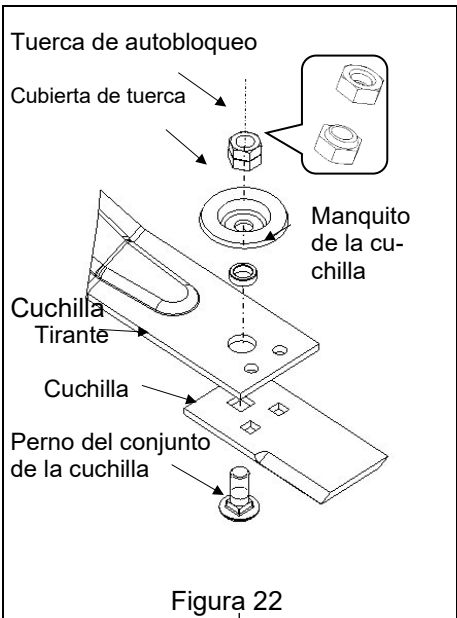

Figura 22
- También habría que sustituir el perno de la cuchilla, la tuerca de autobloqueo y cubierta de la tuerca que se muestran en la figura 22.